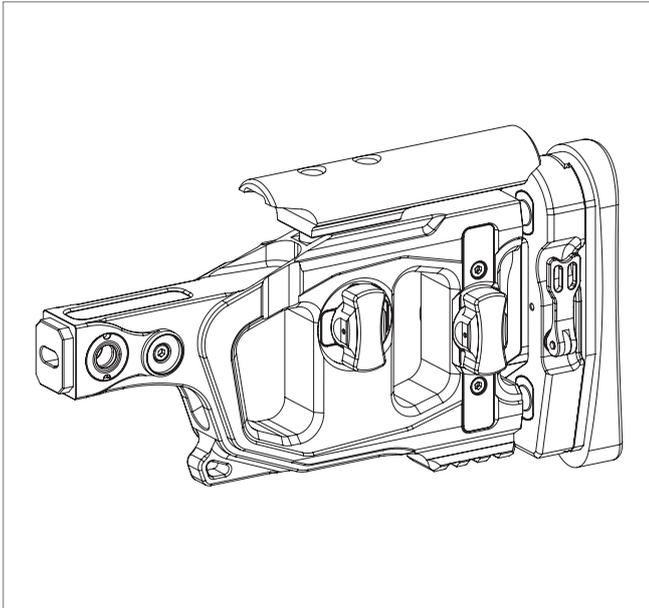

РИС.51
- ▲ приклад тяжёлый (общий вид на РИС. 51), устанавливается на модели DXL-4, DXL-5.